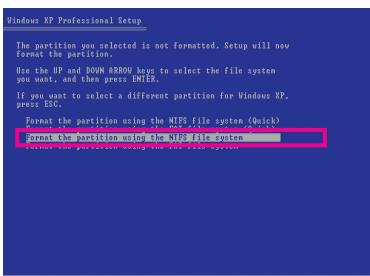

図 3
3. ファイルシステムを選択し(たとえば、NTFS)オペレーティングシステムのインストールを開始します(図 3)。